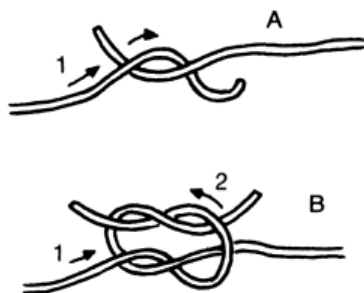

Рис. 132
1. Левый конец пояса пропустите поверх правого (рис. 132 А).
2. Второй узел завязывается противоположным образом: конец пояса, который теперь находится с правой стороны, должен оказаться над вторым концом, возвращенным с левой стороны (рис. 132 В).